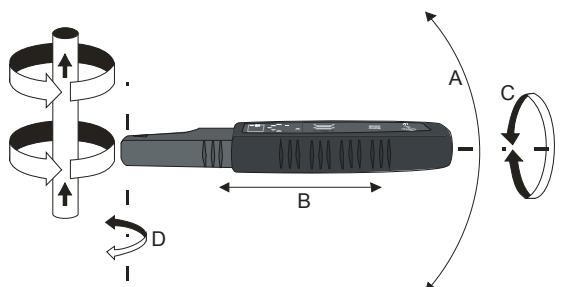

Рис.4 Обнаружение магнитного поля
Измерения в замкнутой цепи можно производить, если существует возможность вынужденного течения тока. Такие условия создаются в неповрежденной линии под напряжением выше 9В (цепь замыкается через трансформатор) и в замкнутой линии, также с использованием режима «ток-напряжение» или внешнего источника питания. Во всех упомянутых случаях локализация осуществляется при помощи оценки общей величины магнитного поля. На рис.4 представлено направление линии магнитного поля вокруг провода, по которому течет модулированный ток, и расположение приемника, позволяющее выбрать наилучший уровень принимаемого сигнала.
- Перемещать antennu приемника вдоль проверяемой линии (Рис.4) в направлении усиления сигнала. Нажать клавишу **16** , чтобы повысить точность локализации (Пункт 6.1).